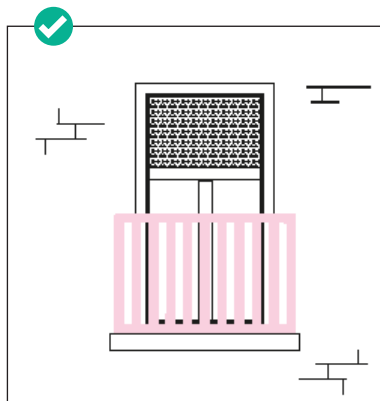

fig. 4 De borstwering is hoog genoeg en de verticale openingen in de borstweringen zijn kleiner dan 11cm
- Eventuele verticale openingen in de borstweringen zijn kleiner dan 11 cm, zodat kinderen er met hun hoofd niet in kunnen vastraken. **fig. 4**